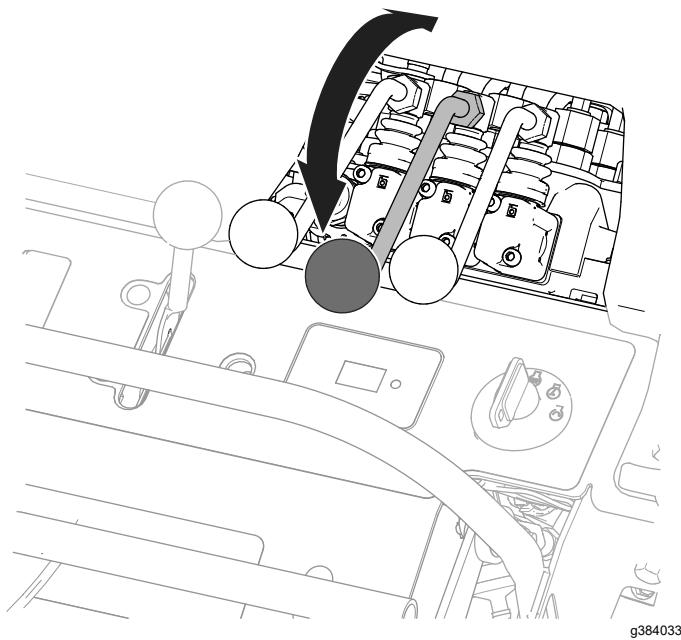

Figura 3
6. Mueva el control del apero de montaje intermedio hacia adelante y hacia atrás para aliviar la presión hidráulica (Figura 3).